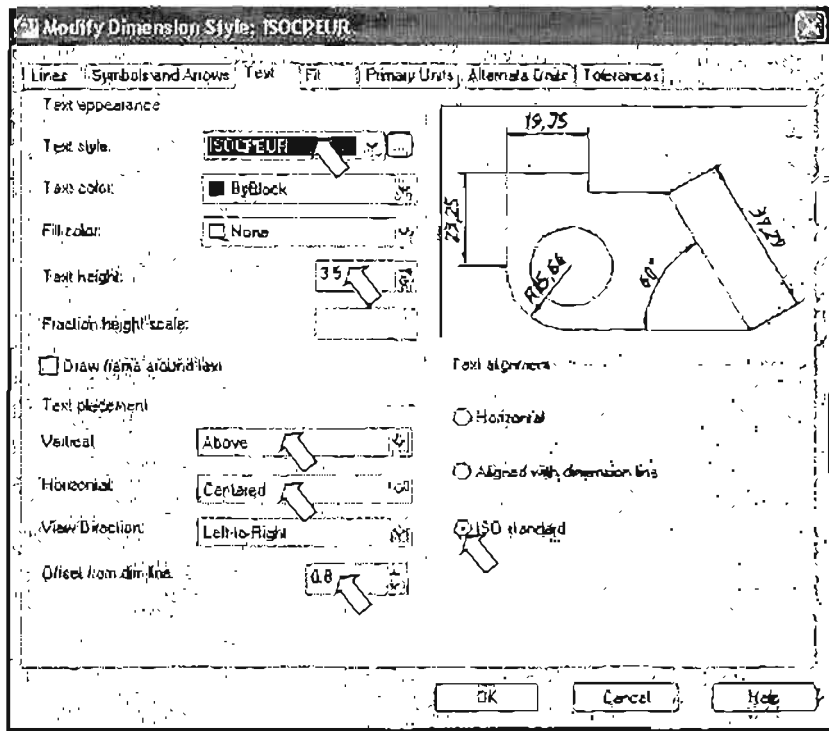

Рис. 3.18. Диалоговое окно *Modify Dimension Style* на вкладке *Text* с установками нового размерного стиля *ISOCPEUR*
- На вкладке **Text** (Текст) (рис. 3-18) в области **Text appearance** (Свойства текста) в поле **Text style** (Текстовый стиль) вместо стиля **Standard** установите созданный ранее текстовый стиль **ISOCPEUR**, в поле **Text height** (Высота текста) увеличьте высоту текста (**Text height**) с 2,5 до 3,5 мм. В области **Text placement** (Выравнивание текста) поле задания горизонтального и вертикального выравнивания размерных текстов, а также отступа текста от размерной линии, в поле **Vertical** (По вертикали) установите отступ **Above** (Над линией). Размерный текст будет размещаться над размерной линией на расстоянии от нее, равной текущему значению зазора текста, определяемому в поле **Offset from dim line** (Отступ от размерной линии) (см. ниже).